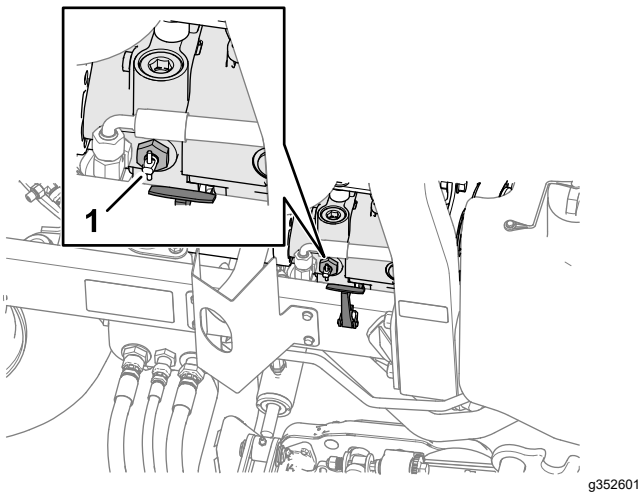

Figura 52
2. Rotii mânerul pentru supapa de bypass de pe pompă, de lângă clișetul capotei dreapta (Figura 52), rotind supapa cu 90°.